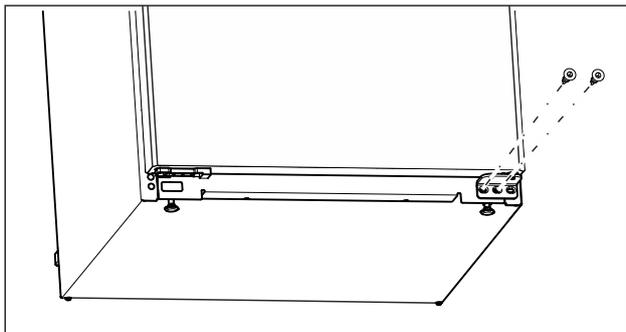

Fig. 11
- ▶ Desatornillar el tornillo central en el soporte del cojinete inferior con un destornillador Torx 20. (consulte Fig. 11)
- ▶ Desatornillar el tornillo interior en el soporte del cojinete inferior con un destornillador Torx 20. (consulte Fig. 11)